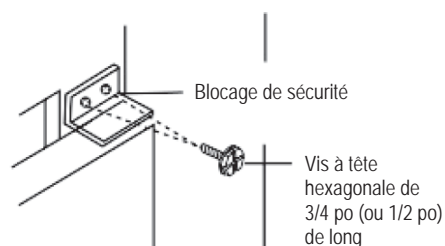

FIG. 19B
- Fixez le blocage de sécurité à angle droit. (figure 19B)